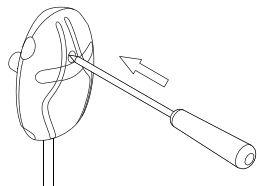

Рисунок 8. Сброс устройства защиты от перегрева
- Датчик температуры оснащен защитой от перегрева, которая обеспечивает безопасность каменки и сауны. Если температура окружающей среды вокруг термостата становится слишком высокой, защита от перегрева снижает мощность нагревательного прибора. Сброс устройства защиты от перегрева показан > Рисунок 8. Сброс устройства защиты от перегрева